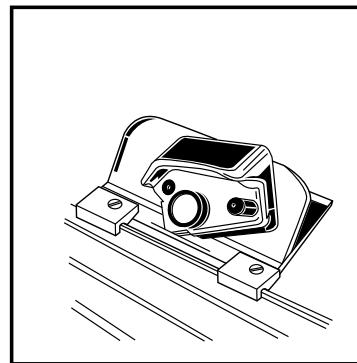

Fig. 3
4. Place the slots in the bearings over the outside lip of your ADAPT-A-RULE and tighten the screws the rest of the way. The cutter will now glide on the ADAPT-A-RULE for secure and accurate cutting (Fig. 3).
4. Placez les fentes des guides dans les rainures de la règle ADAPT-A-RULE et vissez complètement le tout. La tête de découpe se laisse alors glisser le long de la règle pour assurer une coupe sûre et précise (Fig.3).
4. Ponga las ranuras de las guías en el canal de la regla ADAPT-A-RULE y apriete los tornillos del todo. Ahora el cabezal de corte se deja deslizar a lo largo de la regla, permitiendo así un corte seguro y exacto (Fig. 3).